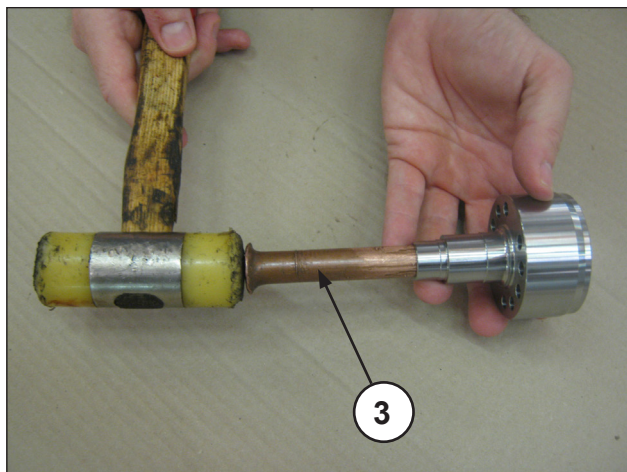
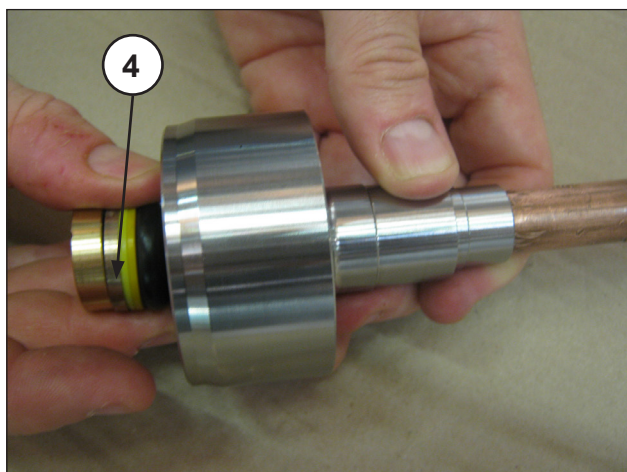
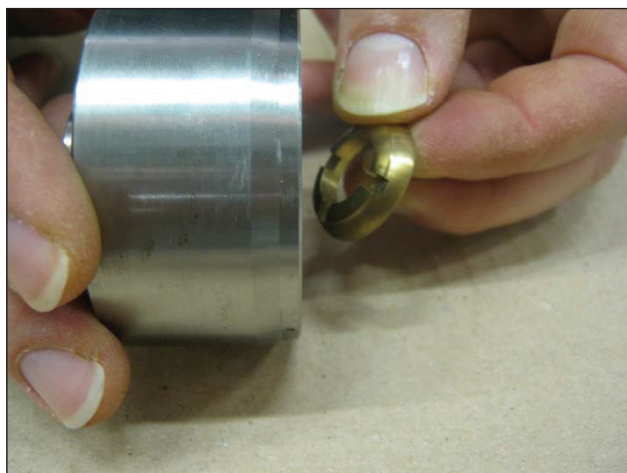

Fig. 34
Fig. 35
Fig. 36
- Avec le support de joints HP séparé et à l'aide d'une goupille appropriée (rep. ③ Fig. 34), dégager l'empilement des joints H.P. (haute pression) (rep. ④ Fig. 35), puis extraire le joint de tête (Fig. 36).
Remplacer l'empilement de joints HP (Fig. 35, rep. ④) à chaque opération de démontage.